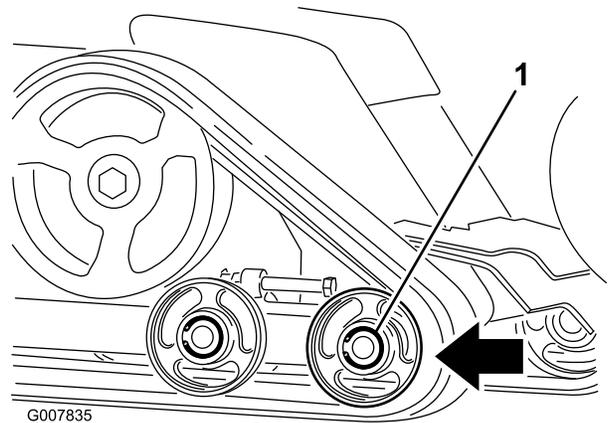

Bild 58
6. Drücken Sie das vordere Straßenrad soweit es geht nach hinten (Bild 58).
8. Wenn Sie die Kette vom Straßensrad entfernt haben, nehmen Sie sie von der Maschine ab (Bild 58).
9. Legen Sie die neue Kette, beginnend beim Antriebsrad, um das Rad und stellen Sie sicher, dass die Stollen an der Kette zwischen die Distanzstücke am Kettenrad passen (Bild 58).
10. Drücken Sie die Kette unter und zwischen das hintere und mittlere Straßensrad (Bild 58).